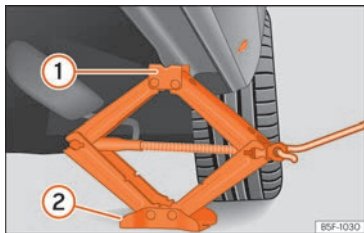

Abb. 38 Längsholm: Wagenheber ansetzen.
- Drehen Sie die Kurbel des unter dem Aufnahmepunkt des Längsträgers befindlichen Wagenhebers*, bis sich die Nase (1) » » Abb. 38 unter der vorgesehenen Einföhrung befindet.
- Richten Sie den Wagenheber* so aus, dass sein Aufnahmehorn (1) in die dafür vorgesehene Aufnahme am Längsträger „greift“ und die bewegliche Grundplatte (2) plan auf dem Boden aufliegt. Die Bodenplatte (2) muss sich dabei senkrecht unter dem Aufnahmepunkt (1) befinden.